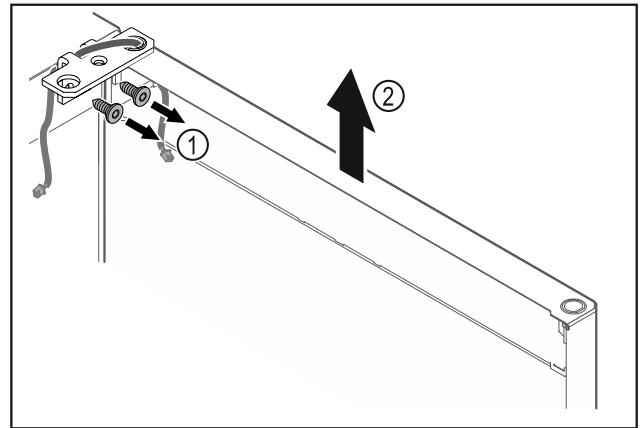

Fig. 15
- ▶ Irrota saranakulma Fig. 15 (1).
- ▶ Nosta ovea saranakulmineen Fig. 15 (2) noin 200 mm suoraan ylöspäin ja ota pois.